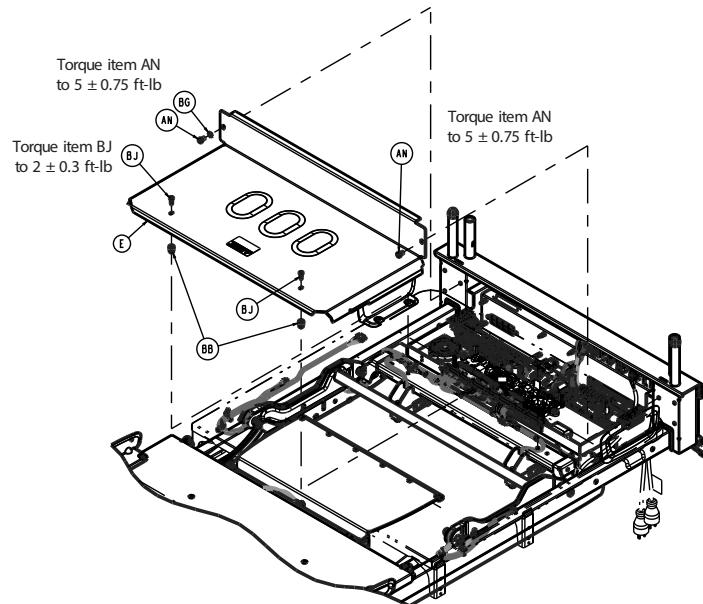
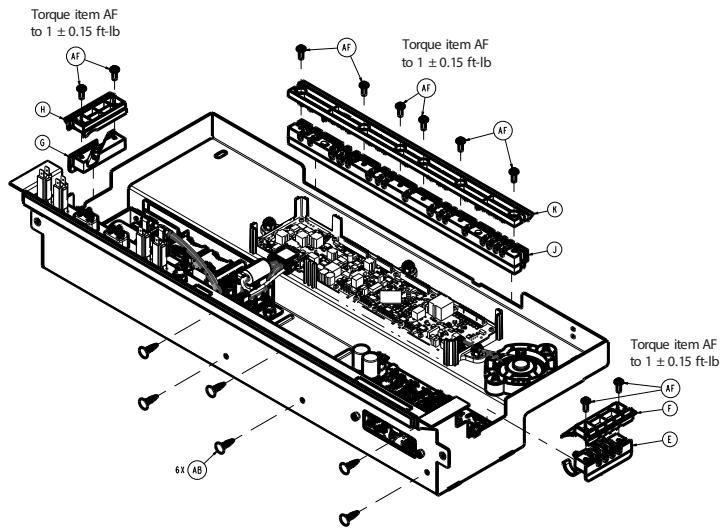

Figure 20 – Retrait du couvercle
Figure 21 – Retrait du câble
8. À l'aide d'une clé Torx T25, retirer les deux vis (BJ) qui fixent le couvercle électrique (E) au plan de couchage (Figure 20). Conserver les vis.
9. À l'aide d'une clé Torx T27, retirer les deux vis (AN) et les rondelles (BG) qui fixent le couvercle électrique (E) au plan de couchage et retirer le couvercle. Conserver les vis, les rondelles et le couvercle.
10. À l'aide d'une clé Torx T20, retirer quatre vis (AF) de la pince serre-câble (K), de gauche à droite (Figure 21).
10. À l'aide d'une clé Torx T20, retirer quatre vis (AF) de la pince serre-câble (K), de droite à gauche (Figure 21).